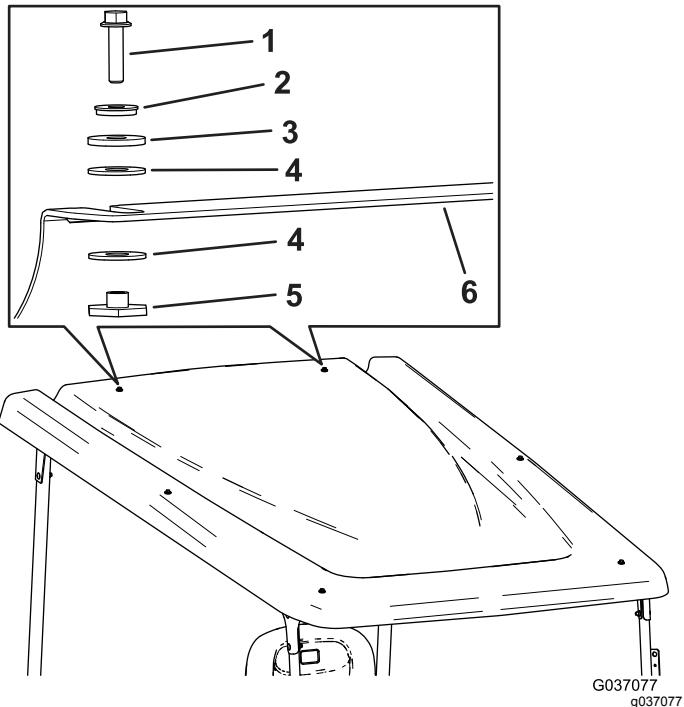

Figura 16
18. Instale el toldo en el enlace transversal trasero con 2 pernos hexagonales con arandela prensada ($\frac{1}{4}$ " x 1"), 2 arandelas sellantes, 2 arandelas de fricción, 4 arandelas de plástico y 2 casquillos con brida (Figura 16).